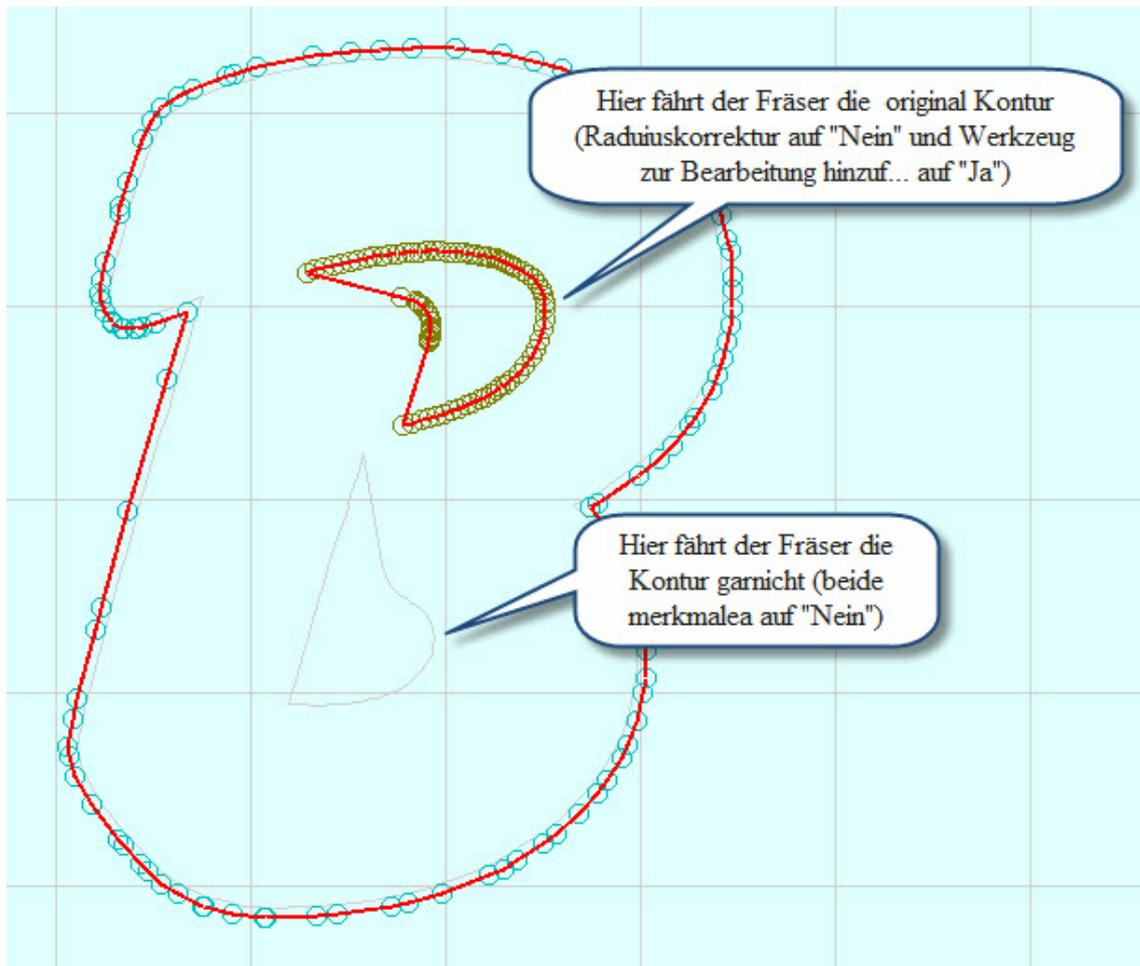

Abbildung 3: Die Bahnen könne ohne Radiuskorrektur zur Bearbeitung hinzugefügt oder ganz deaktiviert werden.
**Setzen Sie beide Merkmale auf Nein, dann wird diese Kontur gar nicht ausgeführt (siehe Abbildung 3).**